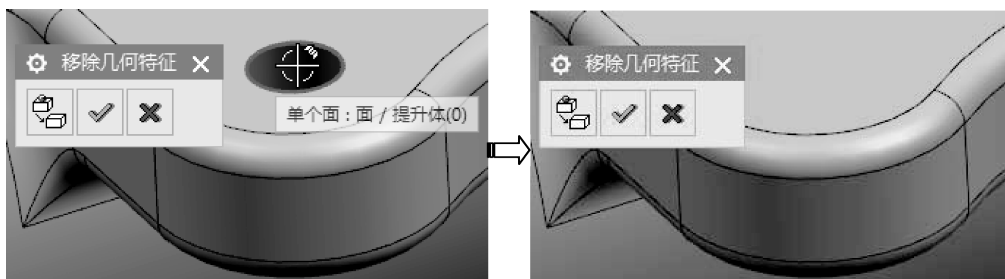

图 9-33 选择孔面以移除孔特征
- 05 在【几何体准备】面板【更多】库中单击  移除几何特征 按钮，弹出【移除几何体】对话框。选中提升体模型上的一个孔面，单击【确定】按钮 ，删除该孔特征，如图 9-33 所示。